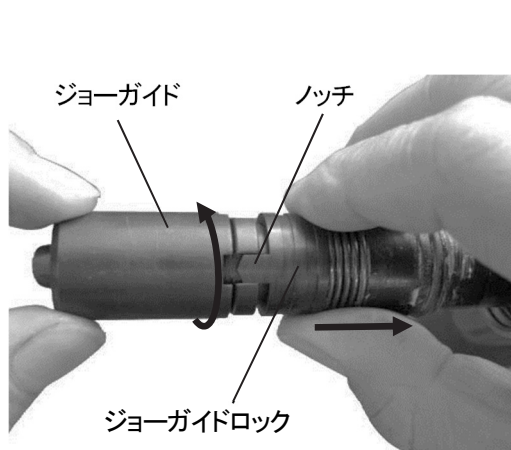

図 8-1
- 3) ジョーガイドロックを手で解除し、ジョーガイドをプリングヘッドから外します。(図 8-1)
- 6) ジョーガイドは手で 回らなくなるまで、締め込み 1 ノッチ(図 8-1 参照) 戻してください。